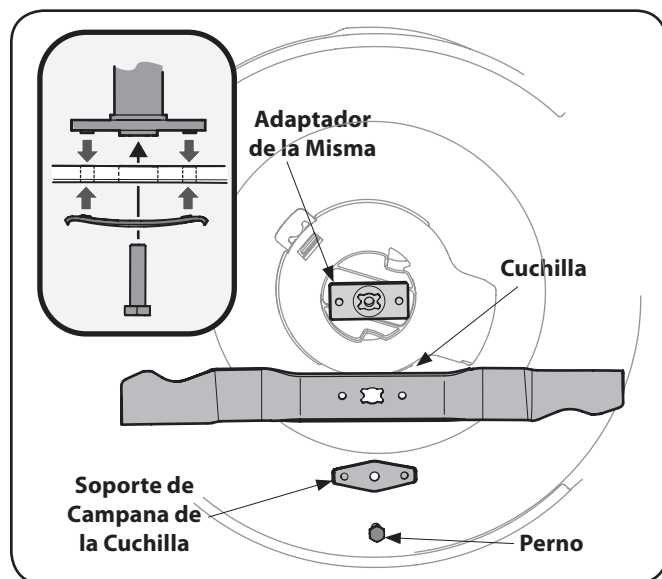

Figure 7-1
2. Saque el perno y el soporte de campana de la cuchilla que sostienen la cuchilla y el adaptador de la misma al cigüeñal del motor, Figure 7-1.
3. Saque la cuchilla y el adaptador del cigüeñal, Figure 7-1.
5. Lubrique el cigüeñal del motor y la superficie interna del adaptador de la cuchilla con aceite ligero. Deslice el adaptador de la cuchilla sobre el cigüeñal del motor. Instale la cuchilla con el lado marcado "Bottom" (inferior) o con el número de parte hacia el piso cuando la podadora está en posición de operación. Asegúrese que la cuchilla quede alineada y asentada en las bridas del adaptador. Vea Figure 7-1 inserción.